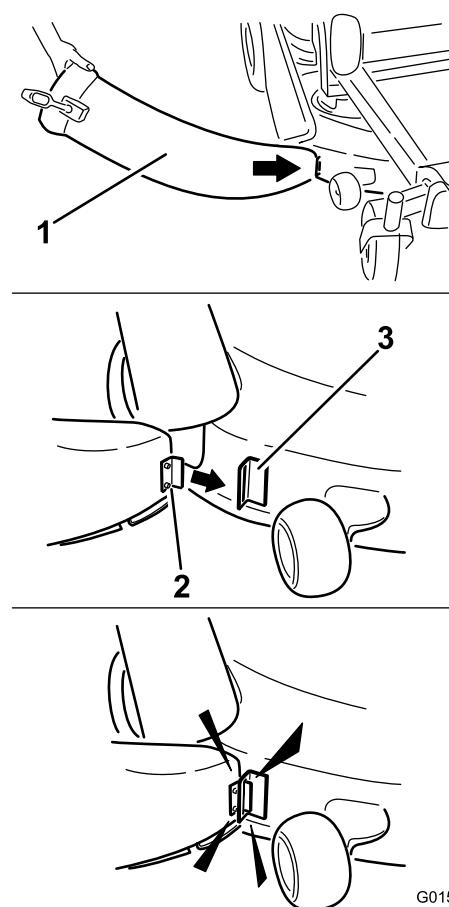

図 14
2. シート前部についている金属製のタブを、デッキに溶接されているブラケットのスロットに差し込む図 14。
3. シートをデッキに寄せてデッキと平行にする図 14。